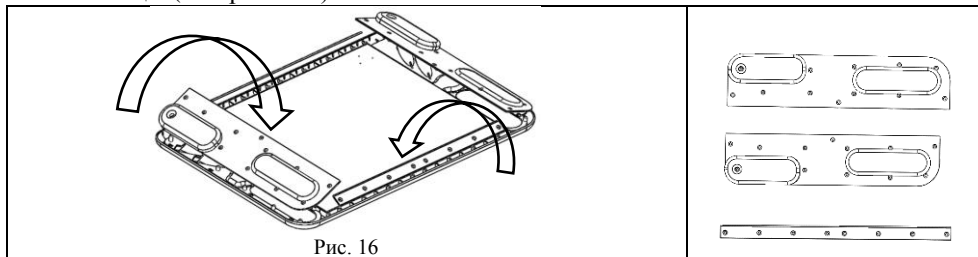

Рис. 16
5.5.2. На сборку по п.5.5.1 положить крепление рамки левое (поз.8), крепление рамки правое (поз.9) и планку крепления (поз.10) таким образом, чтобы совпадали отверстия под крепеж (См. рис. 16)
Планку крепления располагать таким образом, чтобы скругленная сторона прилегла к столешнице. (См. рис. 16а)